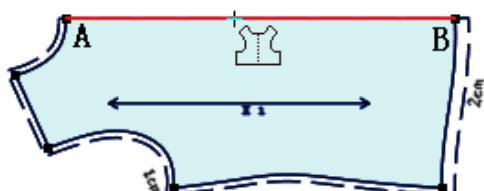
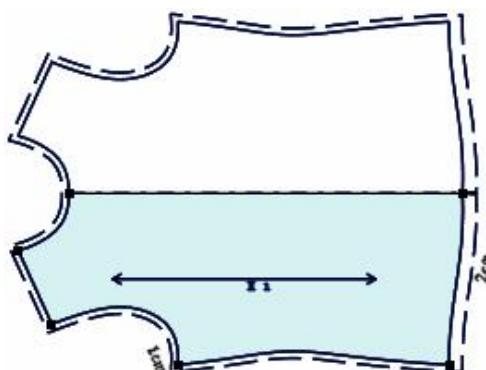

图 1
图 2
2. 如下图 1 单击对称轴（前中心线）或分别单击点 A、点 B；
3. 即出现图 2，如果需再返回成图 1 的纸样，用该工具按住对称轴不松手，敲 Delete 键即可。